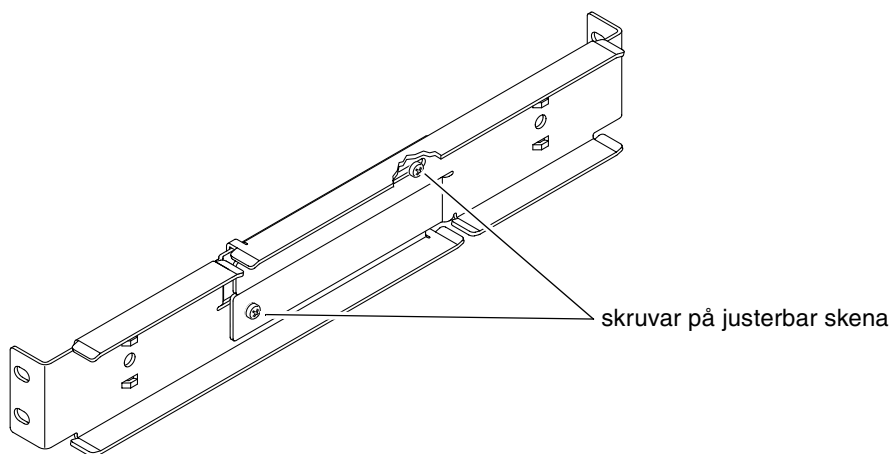

BILD 3-15 Lossa skruvarna på den justerbar skenan
2. Lossa de två skruvarna som sitter på mitten av varje justerbar skena så att skenan kan dras ut (BILD 3-15).
5. Skruva fast de två skruvarna i mitten på varje justerbar skena (BILD 3-15).